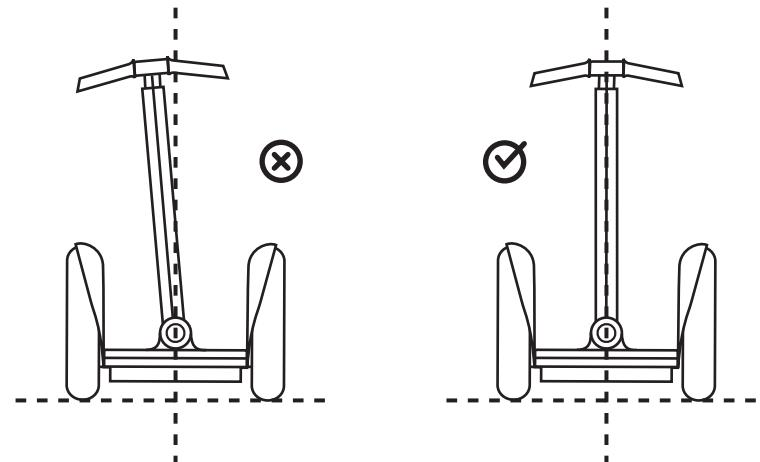

Abbildung 3. Den LeanSteer-Rahmen zentrieren
7. Bevor Sie die Schraube festziehen, müssen Sie per Sichtprüfung sicherstellen, dass der Lenker gerade und mittig sitzt. Wenn nicht, müssen Sie den LeanSteer-Rahmen begradigen und zentrieren. Siehe Abbildung 3.